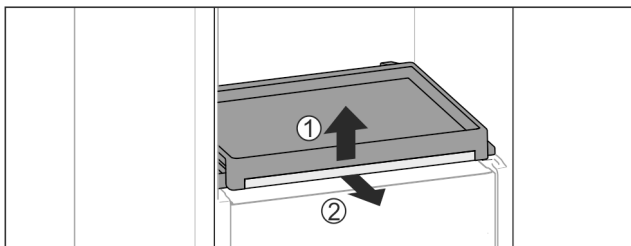

Fig. 132
- ▶ Vyjměte vysouvací přihrádku se skleněnou deskou: Skleněnou desku vpředu lehce nadzvedněte Fig. 132 (1) a vytáhněte dopředu Fig. 132 (2).